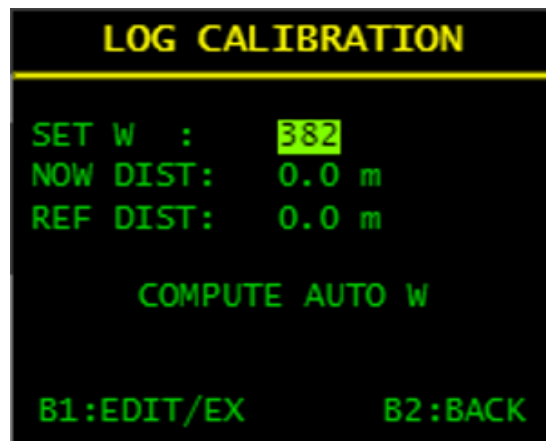

Fig 95 - Log calibration
- B2** Premere brevemente per scorrere i seguenti dati (**Fig 95 - a pag. 45**):